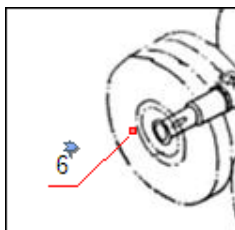

Рис. 5.158
11. Нажмите на кнопку **Применить свойства**. После этого произойдет возврат в окно редактора иллюстраций. К выноске № 6 добавлен значок ссылки (Рис. 5.158).